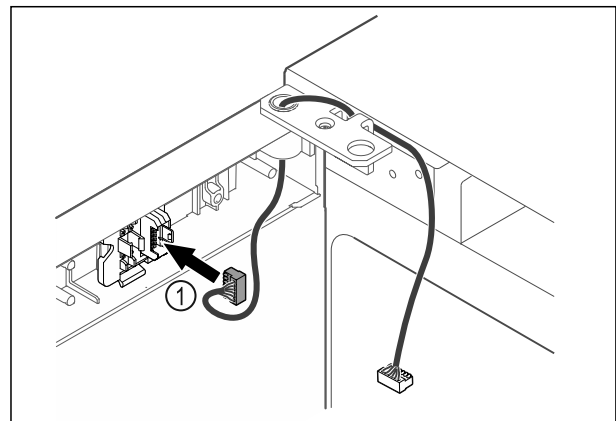

Fig. 40
- ▷ Sätt in kontakten Fig. 40 (1) i kontakthållaren.